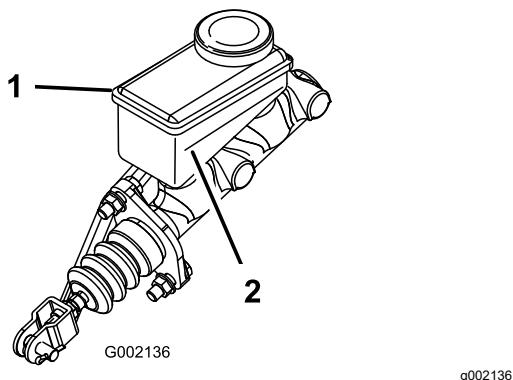

Figura 56
3. Mire el nivel de aceite en el lateral del depósito (Figura 56).
- B. Añada líquido de frenos DOT 3 al depósito hasta que el nivel esté por encima de la línea Mínimo (Figura 56).